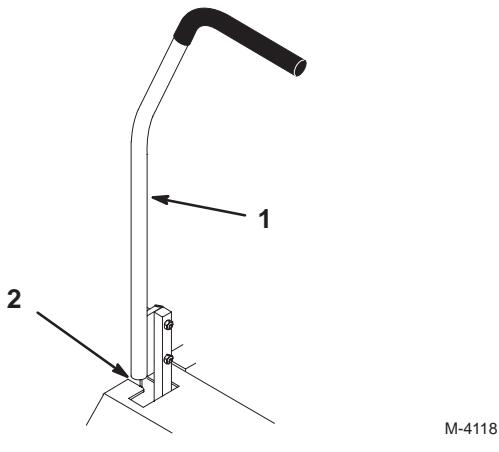

Bild 54
3. Kontrollieren Sie, ob der Hebel korrekt zur Kerbe im Armaturenbrett steht (mittig, so dass der Hebel nach außen in die neutrale Sperrstellung kippen kann) (Bild 54).